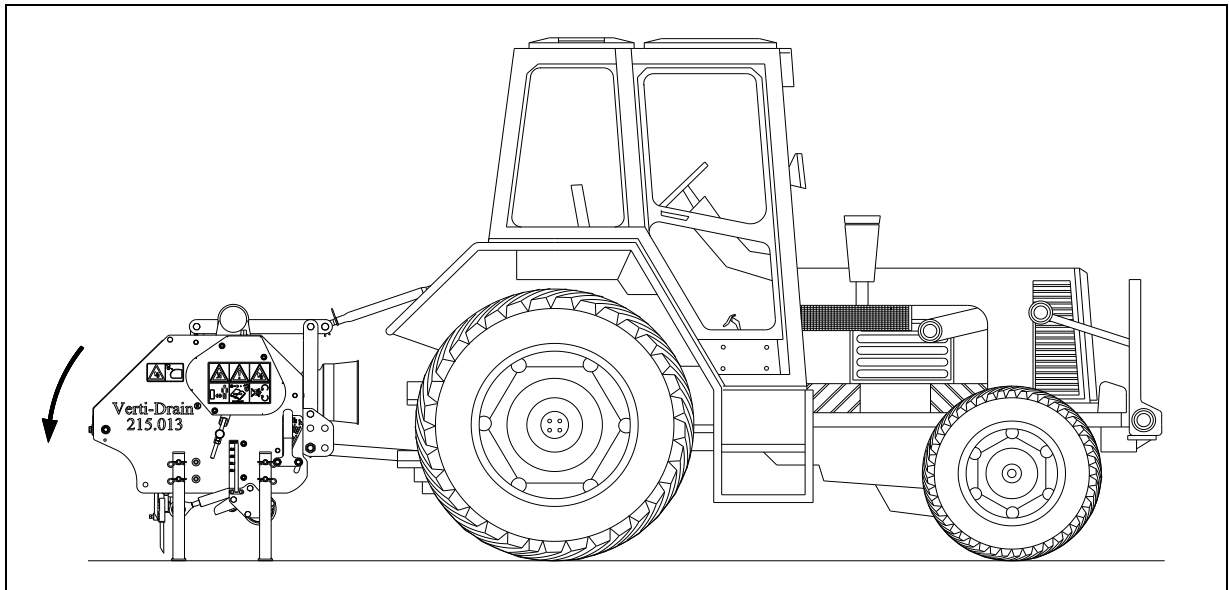

Abb. 12
3. Die Beine montieren, sodass die Verti-Drain® auf den Beinen stehen kann, wenn die Maschine weiter abgesenkt wird (siehe Abb. 12).